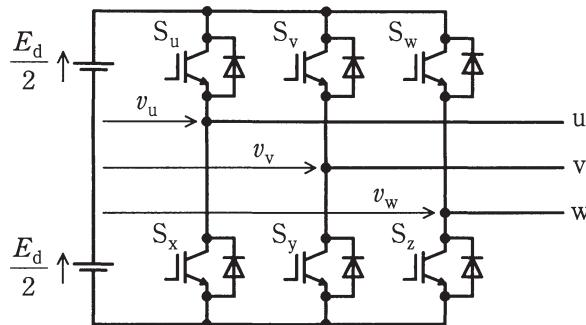
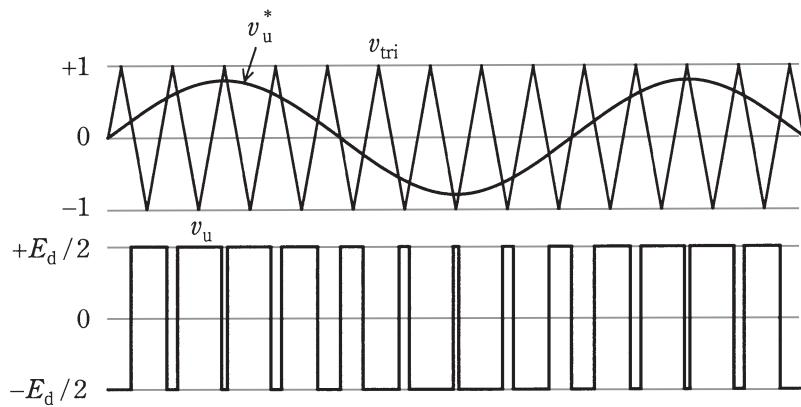

図 1
図 2
図 1 の三相電圧形 PWM インバータに三角波比較 PWM 制御を適用した場合の三角波  $v_{\text{tri}}$  と u 相の信号波  $v_u^*$ , u 相の電圧  $v_u$  の波形を図 2 に示す。ここで、 $v_{\text{tri}}$  の波高値を 1, 直流電圧を  $E_d$  とする。この制御法では、 $v_{\text{tri}}$  と  $v_u^*$  を比較して [ ] (1) 期間に  $S_u$  をオンし、それ以外の期間は  $S_x$  をオンする。各相の信号波を、基本波角周波数  $\omega$  の正弦波として次式で与える。